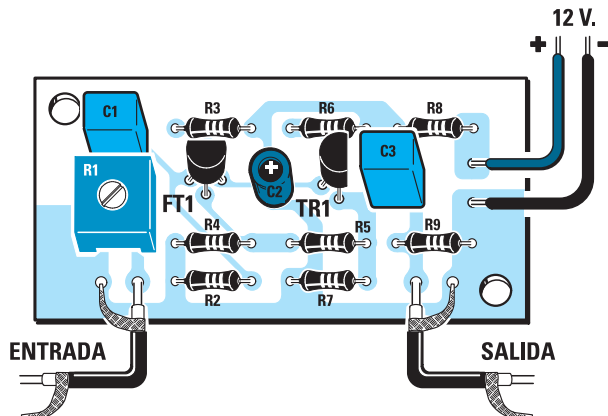

Fig.4 Esquema práctico de montaje del preamplificador LX.1597.
**LX.1597:** Todos los componentes mostrados en la fotografía y en el esquema práctico de la Fig.4, **incluido** el circuito impreso y cable apantallado para conectar las señales de entrada y salida .....6,85 €